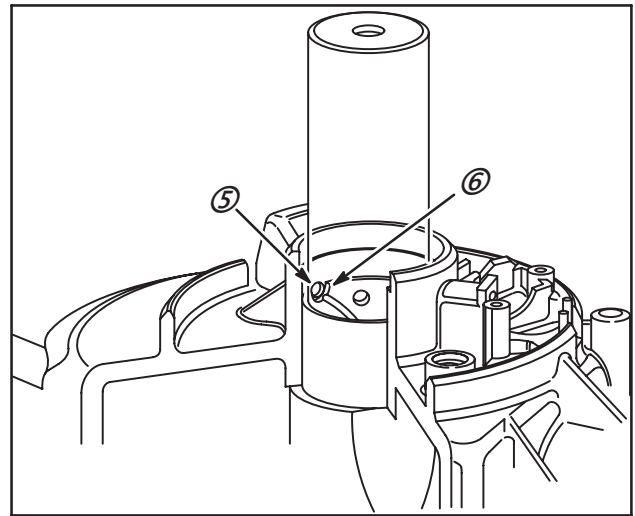

Fig. 11
Sur les Modèles 171700, 191700, 193700, 195700, 196700, l'encoche côté volant (6) doit être alignée avec le trou d'huile (5) ; ce trou doit être percé après installation, Fig. 11.